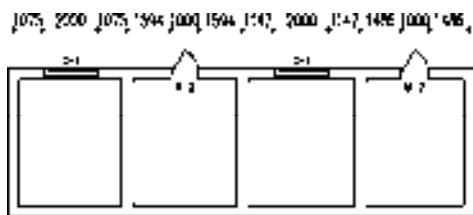

图 9-54 文字复位
- 3) 按〈Enter〉键，即可完成文字复位操作，结果如图9-54所示。